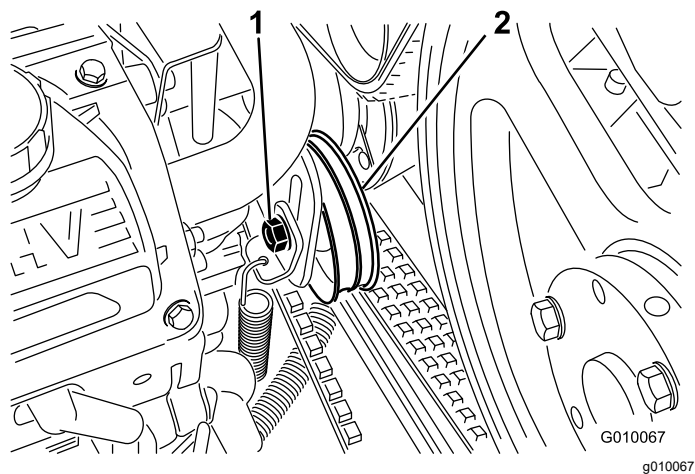

Figure 59
4. Desserrez le boulon de la poulie de tension de la courroie juste assez pour lui permettre de bouger dans la fente de réglage (Figure 59).